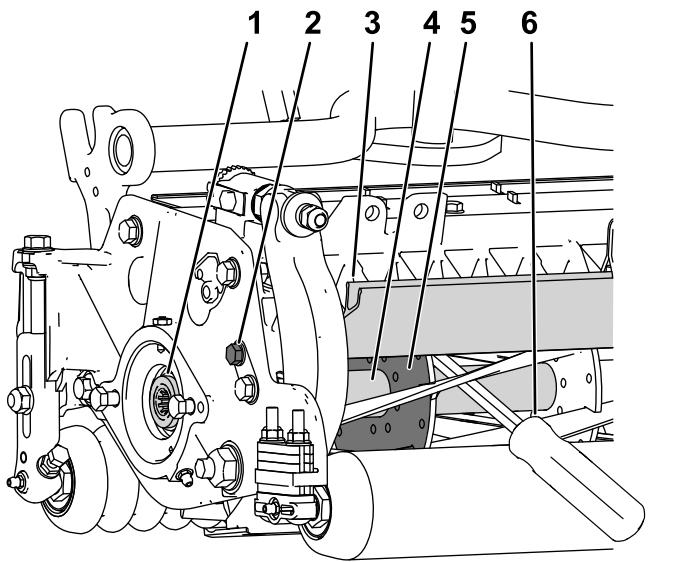

Bild 26
- Lösen Sie die Schraube des Schutzblechs auf der linken Seite des Mähwerks und heben Sie das Heckschutzblech an (Bild 26).
- Stecken Sie ein langes Hebeleisen (empfohlen 10 mm x 300 mm mit Schraubendrehergriff) durch die Rückseite der Spindel, nahe an der Seite des Mähwerks, die Sie anziehen werden (Bild 26).
- Setzen Sie das Hebeleisen gegen die Schweißseite der Spindelhalterung (Bild 26).